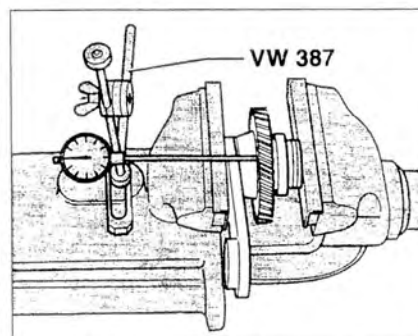

Рис. 4.31. Проверка осевого зазора промежуточной шестерни 9 привода распределительного вала.
2. Проверьте осевой зазор промежуточной шестерни 9 привода распределительного вала (рис. 4.31). **Осевой зазор:** 0.06-0.12 мм.